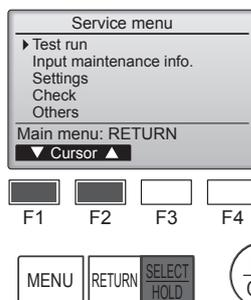

Fig. 7-1
- ① Dans le Menu SAV, sélectionnez "Test run" (Test fonctions) puis appuyez sur la touche [SELECT/HOLD] (SÉLECTION/EN ATTENTE). (Fig. 7-1)